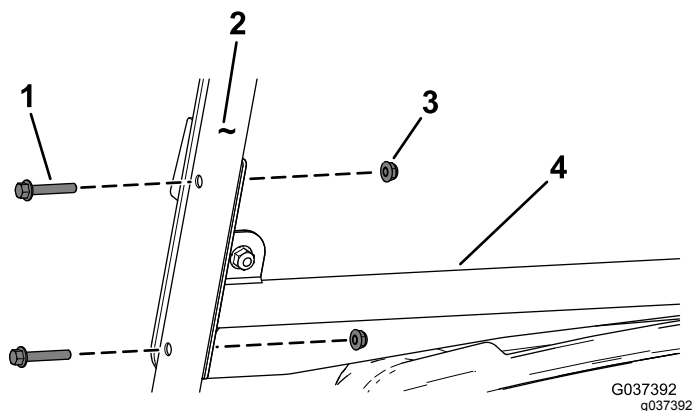

Рисунок 2
1. Прикрепите опору ветрового стекла к трубкам навеса с помощью 4 винтов с фланцевыми головками (1/4 x 1 1/2 дюйма) и 4 фланцевых гаек (1/4 дюйма), как показано на Рисунок 2.